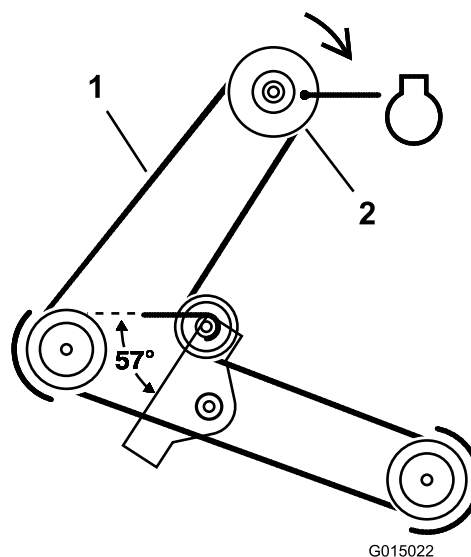

Figura 35
5. Retire la correa del cortacésped de la polea del embrague eléctrico (Figura 35).
5. Instale la correa del cortacésped en la polea del embrague eléctrico (Figura 35).